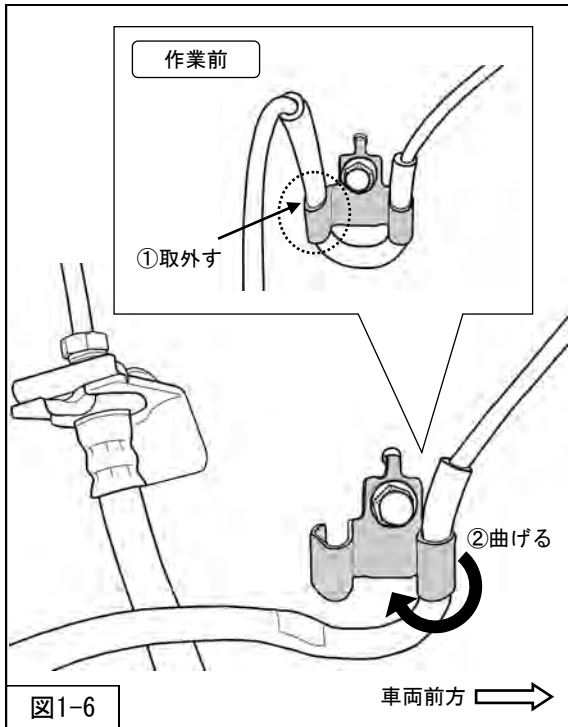

図1-6
をステアから取外してください。(図1-6・①)
9. 車両前方側のステアを車両後方側へ曲げてください。(図1-6・②)